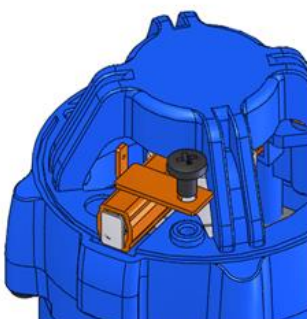

Fig. 21
- Halterung mit neuen Kohlebürsten wieder platzieren (Fig. 21).